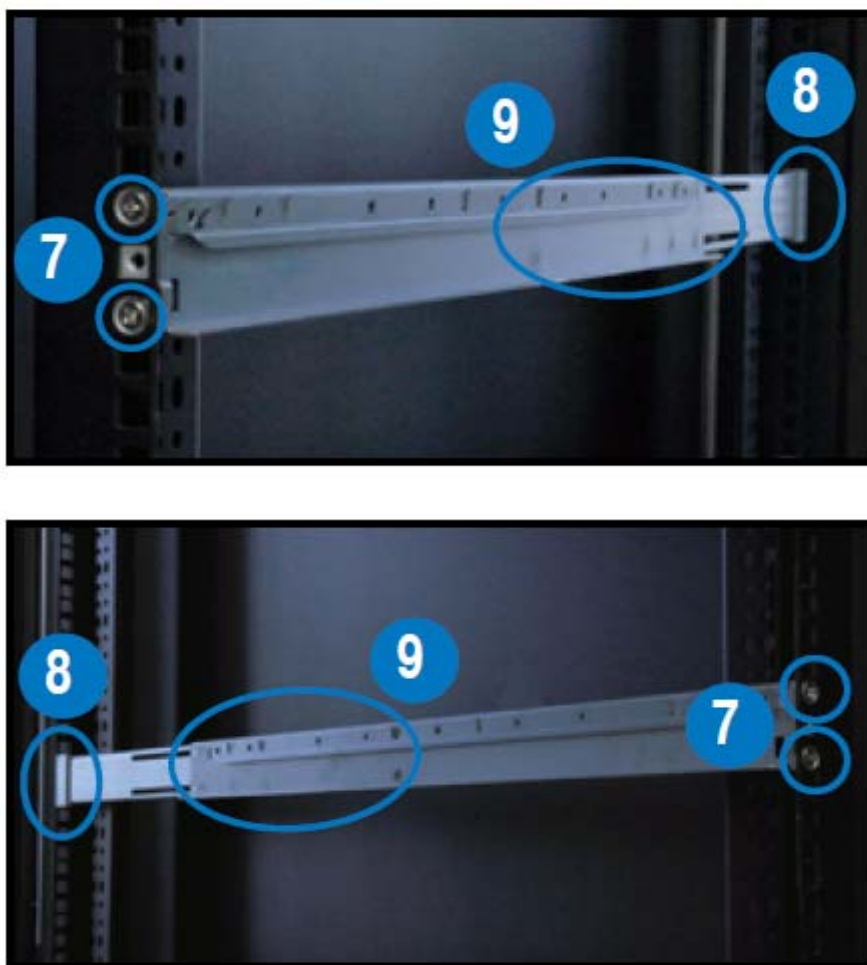

图 1-4
- 6、在此机架套件的前端，装入两颗大号螺钉，如图 1-4 中编号 7 所示。
- 7、在与此机架套件的后方 1U 空间相对位置处，也装入两颗螺钉，如图 1-4 编号 8 所示位置。
- 8、然后再拧紧先前在步骤 2 时已经拧上但未拧紧的 8 颗螺丝，如图 1-4 中标示的编号 9 所示位置。